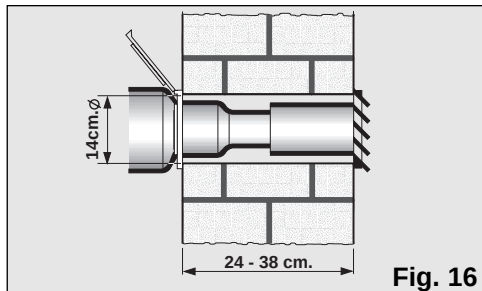

Fig. 16
- Per espellere l'aria calda attraverso il muro bisogna eseguire un foro di diametro 14 cm in esso per collocarvi il bocchettone, **Fig. 16**.